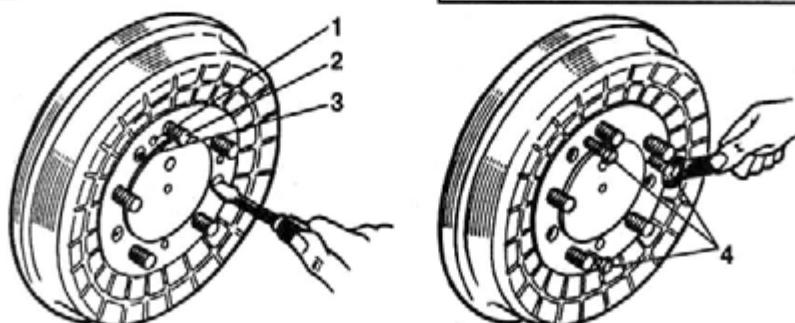

Рис. 178. Снятие тормозного барабана с полуоси:
5. Выверните три винта 3 (рис. 178, а) и снимите барабан с фланца полуоси. Если барабан сидит туго, то вверните в резьбовые отверстия три болта (M8) 4 (рис. 178, б) и, поочередно вращая их, снимите барабан.